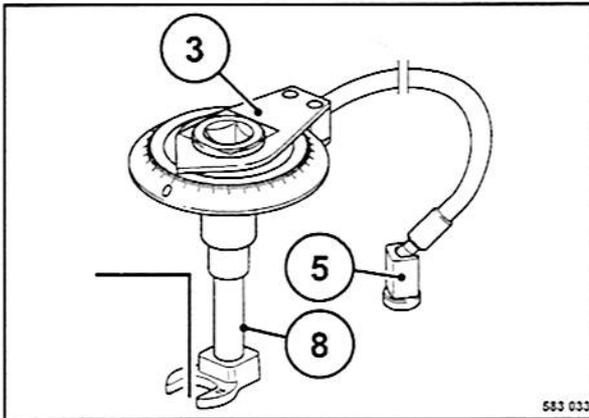
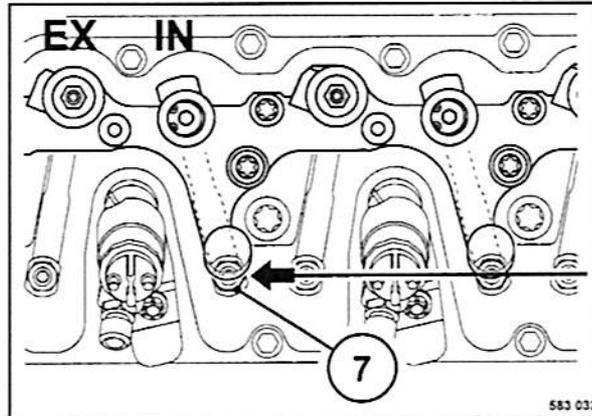

Fig. 170
Fig. 171
- Colocar el disco del ángulo de giro 3 (Fig. 170) con llave pata de cuervo (8) por el tornillos de ajuste de válvula 7 (Fig. 171) en la válvula de admisión.
- Fijar el imán 5 (Fig. 170) del disco del ángulo de giro.
- Girar el disco del ángulo de giro (Fig. 170) en sentido de las agujas del reloj hasta el tope (balancín sin juego) y poner la escala a cero.
- Girar el disco del ángulo de giro 3 (Fig. 170) en sentido contrario de las agujas del reloj hasta alcanzar el grado del ángulo especificado (90°).